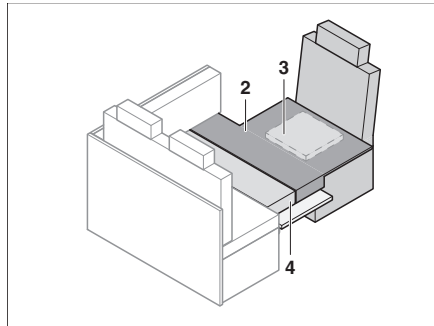

Fig. 160 Après la transformation
- Placer le coussin supplémentaire comme montré en Fig. 160.